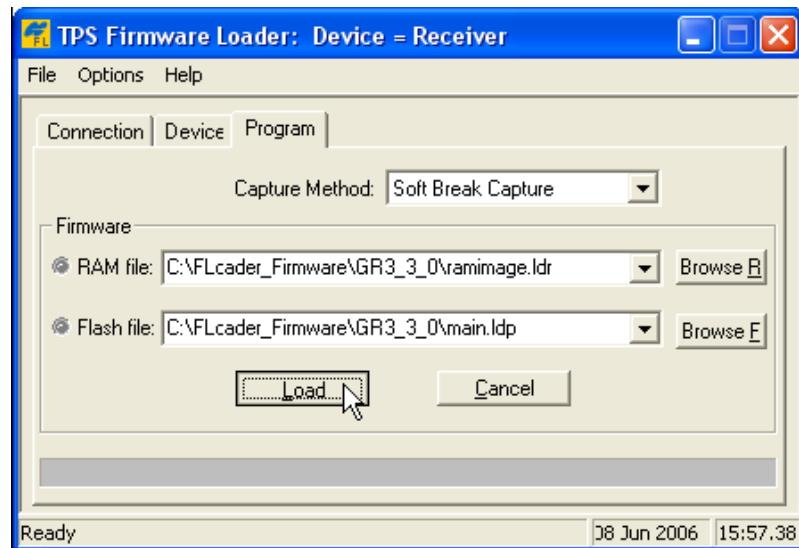

Рисунок 5-20. Вкладка Program
2. Выберите вкладку *Program* (Программа) и выберите значение *Soft Break Capture* для поля *Capture Method*, см. рис. 5-20.
3. Выберите файлы для ОЗУ и флэш-памяти платы приемника, см. рис. 5-20.